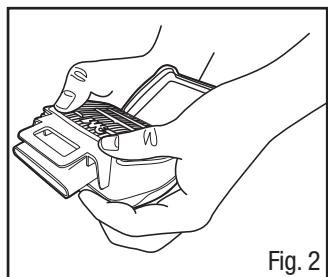

Fig. 2
- Aligner la moitié la plus grande du dispositif avec l'arrière (côté plat) de la cartouche. À l'aide de vos deux mains, presser le dispositif de retenue contre la cartouche, en s'assurant d'appuyer sur les quatre coins de la cartouche et du dispositif de retenue de filtre (Fig. 2). Le dispositif de retenue de filtre comporte des indicateurs de point de contact sur chaque coin. Vous devriez entendre le dispositif de retenue s'enclencher.